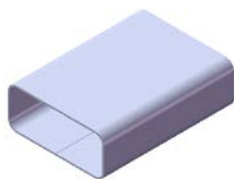
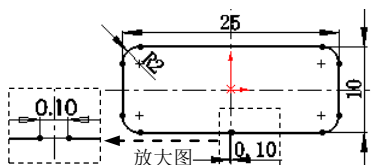

图 10.15 基体一法兰 1
图 10.16 横断面草图
Step2. 创建图 10.15 所示的钣金基础特征——基体—法兰 1。
(1) 选择命令。选择下拉菜单 **插入(I)** → **钣金(B)** →  **基体法兰(A)...** 命令（或单击“钣金”工具栏中的“基体法兰/薄片”  按钮）。
(2) 定义特征的横断面草图。选取前视基准面作为草图基准面，绘制图 10.16 所示的横断面草图。
(3) 定义拉伸深度属性。
① 定义深度方向。采用系统默认的深度方向。
② 定义深度类型和深度值。在“拉伸”对话框的 **方向 1** 区域的下拉列表中选择 **给定深度** 选项, 输入深度值 35.0。
③ 定义钣金参数。在“基体法兰”对话框的 **钣金参数(S)** 区域中输入厚度值 0.5。
(4) 单击  按钮, 完成基体一法兰 1 的创建。